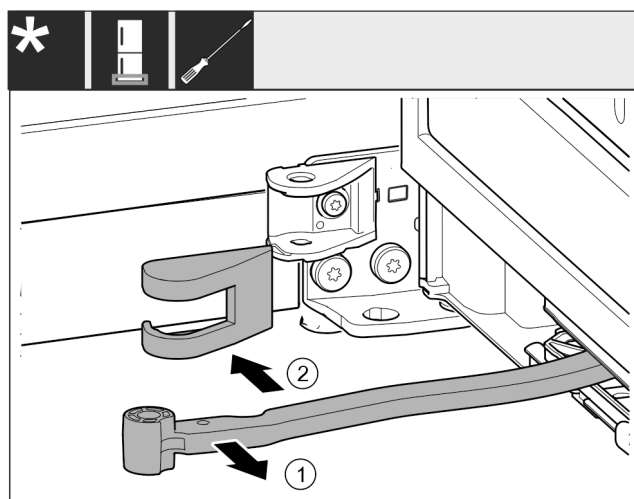

Fig. 15
► Otočte kloub Fig. 15 (1) směrem ke dveřím.
► Odstraňte kryt stojanu ložiska Fig. 15 (2).